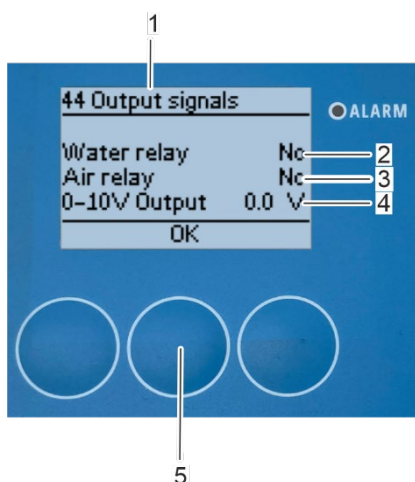
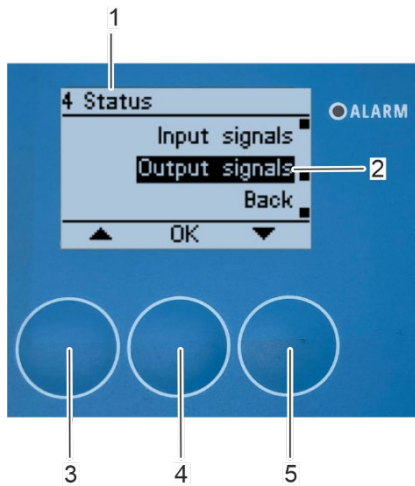

Abbildung 179: Untermenü „44 Ausgangssignale“
Abbildung 180: Untermenü „4 Status“
□ Das Untermenü „44 *Ausgangssignale*“ erscheint auf dem Bildschirm (Abbildung 179/1) und zeigt den aktuellen Status des „*Wasserrelais*“ (Abbildung 179/2), des „*Luftrelais*“ (Abbildung 179/3), und des „*0 - 10 V Ausgangs*“ (Abbildung 179/4).
Die Ausgangssignale „*Wasserrelais*“ (Abbildung 179/2) und „*Luftrelais*“ (Abbildung 179/3) zeigen „Ja“ an, wenn ein Eingangssignal vorhanden ist. Der „*0 - 10 V Ausgang*“ (Abbildung 179/4) zeigt die aktuell anliegende Spannung in einem Bereich von 0 bis 10 V an.
3. Drücken Sie [OK] (Abbildung 179/5), um zum Untermenü „4 Status“ (Abbildung 180/1) zurückzukehren.
⇒ Das Untermenü „4 Status“ erscheint auf dem Bildschirm (Abbildung 180/1).